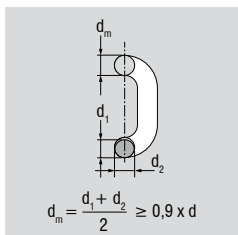

Fig. 13.3: Reducering af kædeleddets tykkelse
- Reducering af kædeleddets tykkelse på et vilkårligt sted i midten med > 10 % (Fig. 13.3)